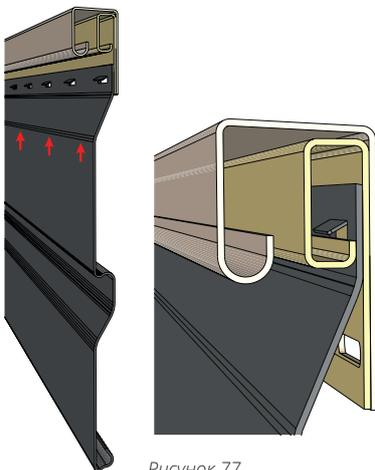
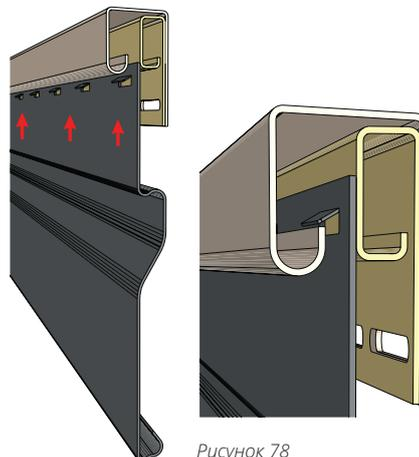
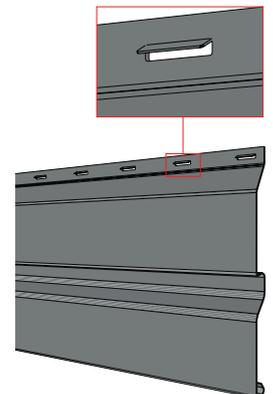

Рисунок 77
Рисунок 78
Рисунок 79
- 17.3 Если сайдинг под завершение приходит ближней полкой к обрешетке (рис. 77), подрезанная панель сайдинга с предварительно сделанными насечками, вставляется в финишную планку. Если сайдинг под завершение приходит дальней полкой к обрешетке (рис. 78), подрезанная панель сайдинга с предварительно сделанными насечками вставляется между финишной планкой и J-профилем. Насечки делают пробойником насечек с интервалом 100 мм (рис. 79).